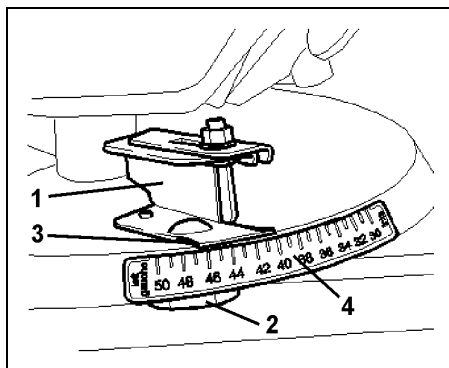

Fig. 47
- Den inställda gränsspridningsvingen (Fig. 47/1) spänns fast på spridartallriken med vingmuttern (Fig. 47/2).
- Avläsningskanten (Fig. 47/3) ställs på skalvärde "50" (gäller i detta exempel) skalan (Fig. 47/4) och vingmuttern (Fig. 47/2) dras åt.